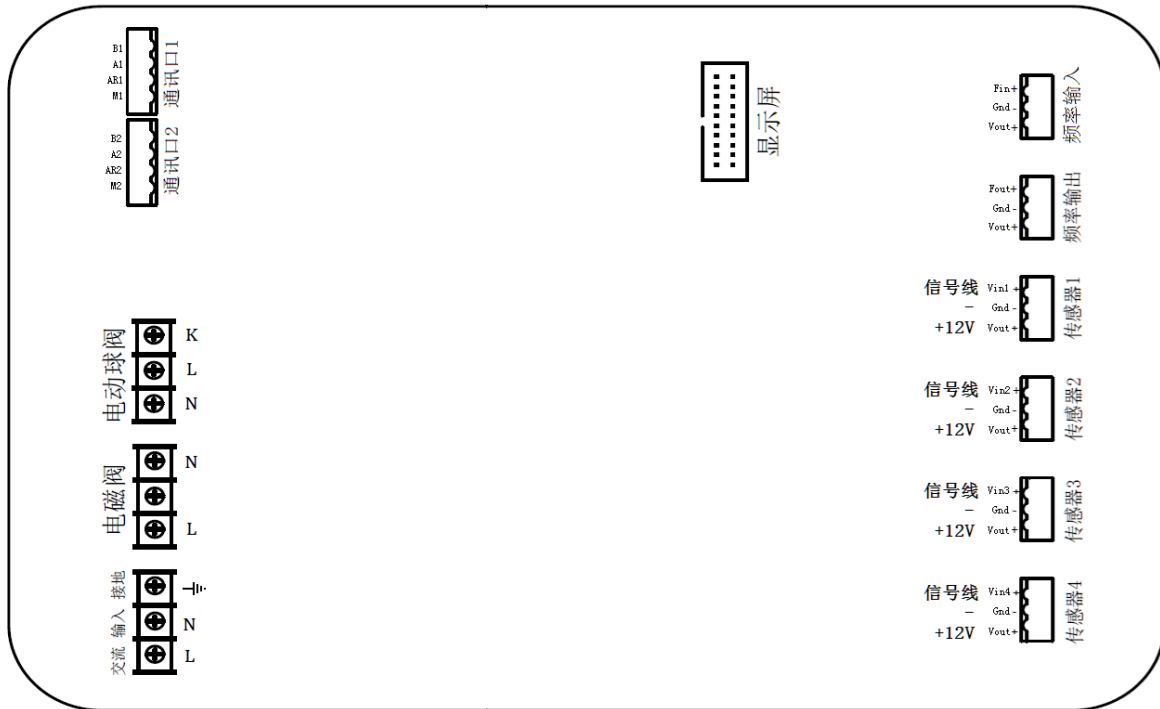

图 2 主机接线示意图
- (1) 主机置于安全场所;
- (2) 打开主机隔爆盒上盖;
- (3) 按照接线标示牌上的说明, 接入工作电源 (注意: 不能接错);
- (4) 准备一台经检验合格的万用表;
- (5) 准备一台 $0\sim 5\text{V}$ 可调直流稳压电源, 正确接入主机的信号输入端 (注意正、负极性不能接错);
- (6) 合上工作电源两分钟后；
- g) 接线示意图见图 2。